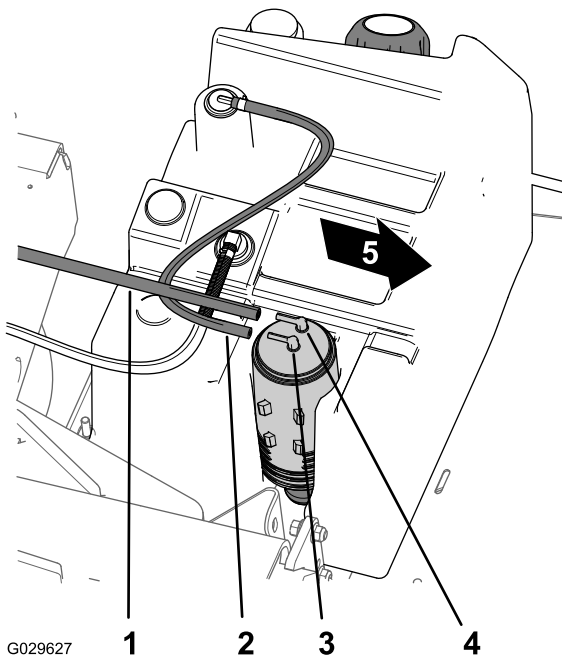

Рисунок 47
- Снимите вакуумный шланг со штуцера с маркировкой Purge (Продувка) на адсорбере (Рисунок 47).
- Снимите шланг топливного бака со штуцера с маркировкой Fuel Tank (Топливный бак) на адсорбере (Рисунок 47).
8. Наденьте вакуумный шланг на штуцер с маркировкой Purge (Продувка) на адсорбере, и шланг топливного бака на штуцер с маркировкой Fuel Tank (Топливный бак) (Рисунок 47).